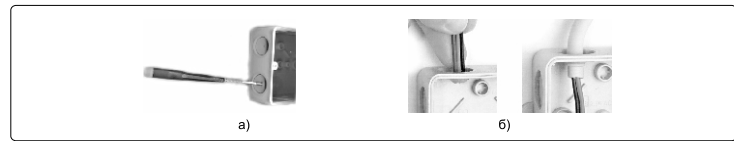

Рисунок 3 – Ввод кабеля в корпус Radio 8615 IP65
- подключить провода в соответствии с типовой схемой подключения, приведенной на рисунке 2. Провода заводить в корпус устройства через резиновые заглушки на кабельных вводах (см. рисунок 3);